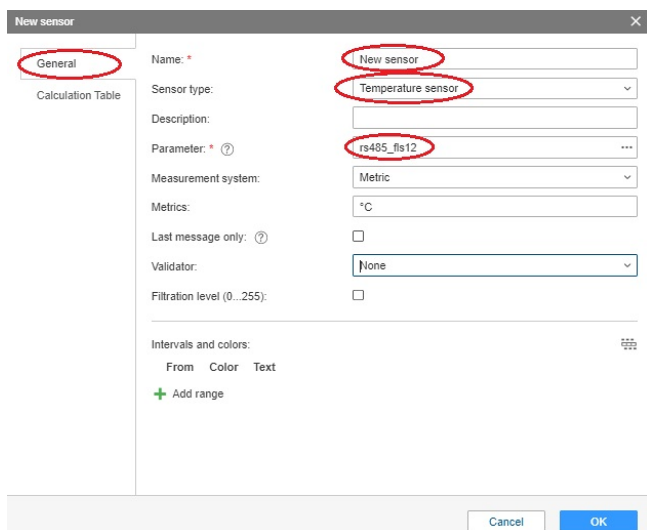

Рисунок 29 – Окно New sensor
–В появившемся окне **New sensor** (рисунок 29) необходимо ввести имя, **Sensor Type** необходимо выбрать **Temperature sensor**, в графе **Parameter** выбрать исходный параметр.